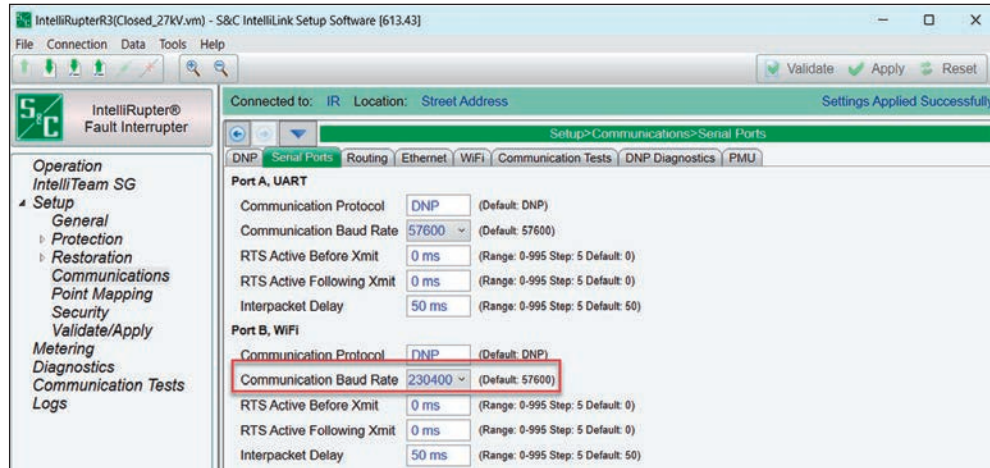

Figura 56. La pantalla Configuración>Comunicaciones>Puertos Serie.
- PASO 6.** Vaya a la pantalla Configuración>Comunicaciones>Puerto serial y cambie el ajuste de la Tasa de Baudios del Puerto B, Comunicaciones Wi-Fi a “230,400”. Valide y aplique el nuevo ajuste. Ver Figura 56.